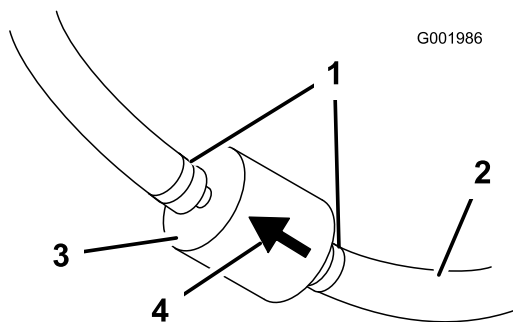

図 52
5. 古いフィルタのクランプをゆるめて脇に寄せる(図 52)。